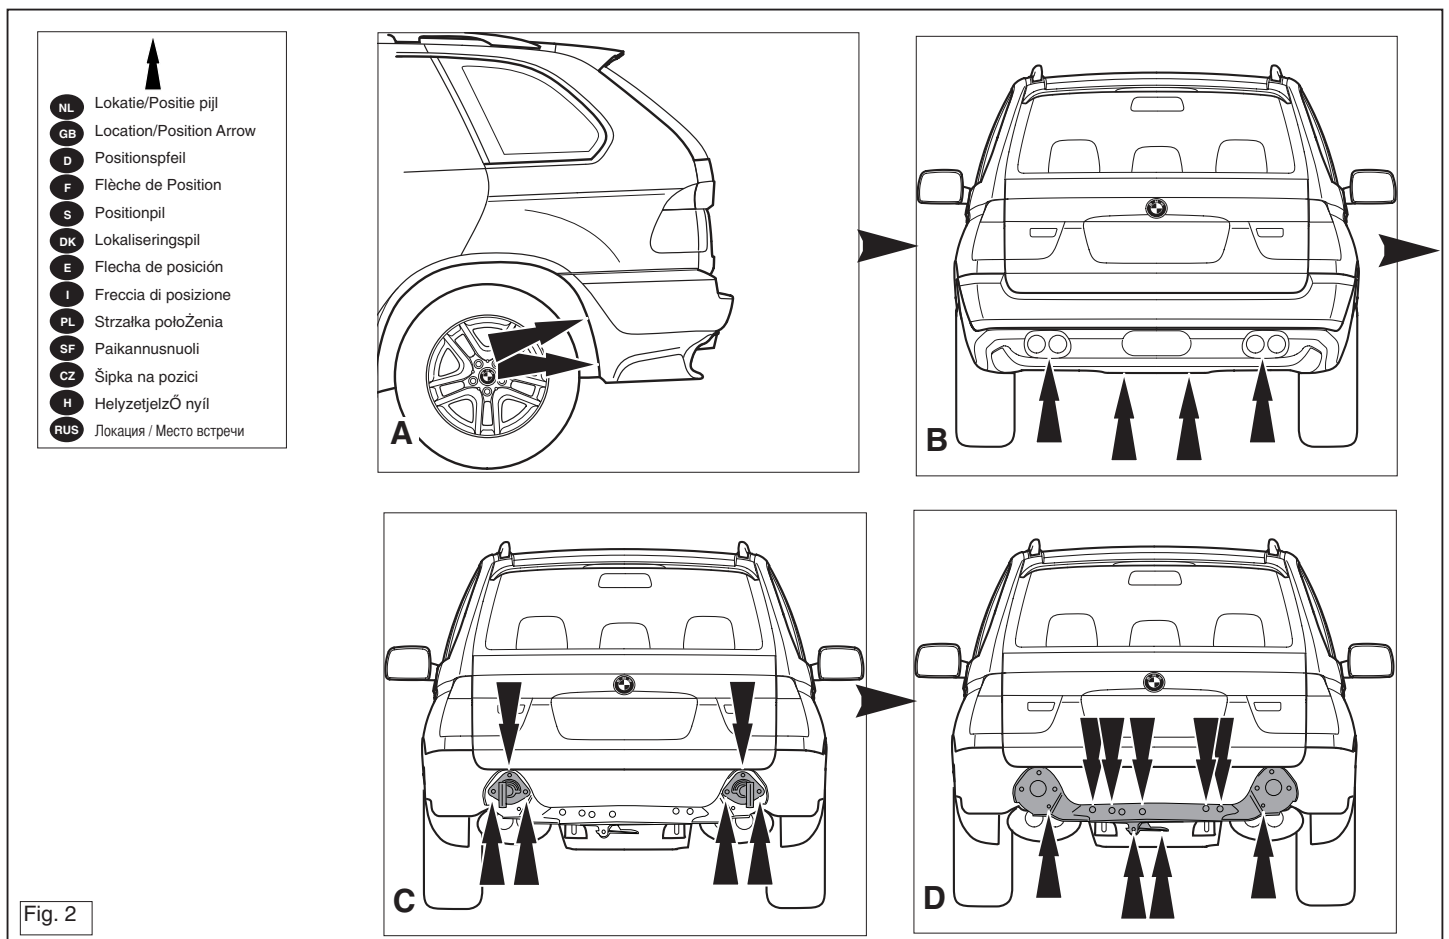

Fig. 2
5. Die Stoßstange abmontieren. (Siehe Abbildung 2).
6. Die Stoßstangenhalterungen abmontieren. (Siehe Abbildung 2).
5. Démontez le pare-chocs. (Voir la figure 2).
6. Démontez les supports du pare-chocs. (Voir la figure 2).
5. Demontér kofangeren. (Se fig. 2).
6. Demonter kofangerstøtterne. (Se fig. 2).